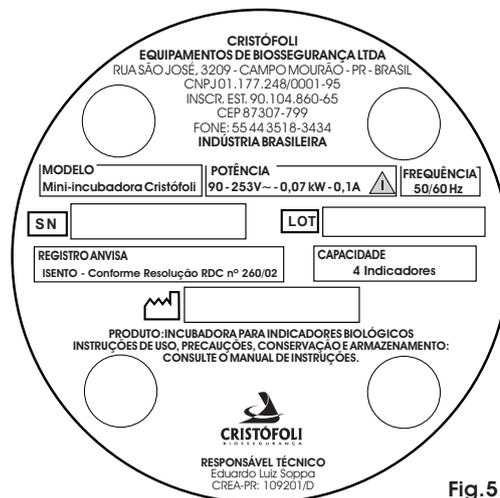

Fig.5
Contate a Cristófoli através da **Central de Relacionamento com o Cliente - CRC**, pelo telefone 0800-044-0800, (44) 3518-3499 ou e-mail: crc@crisfoli.com. Antes de realizar o contato tenha sempre em mãos o modelo do seu equipamento, voltagem, número de série e data de fabricação que se encontram no rótulo de identificação localizado na parte inferior do equipamento (Fig.3, pág.2 e Fig.5, pág.3) e uma descrição do problema.
Acesse o site www.crisfoli.com e clique no submenu "Suporte e Atendimento" e em "Assistência Técnica Autorizada" para contatar uma assistência técnica autorizada. Se houver qualquer problema com seu equipamento, consulte primeiro o tópico "Resolvendo Pequenos Problemas" (Pág.3), caso o problema persista, visite o site para contatar uma assistência técnica autorizada e agendar uma avaliação ou reparo do seu equipamento. Antes de realizar o contato tenha sempre em mãos o modelo do seu equipamento, voltagem, número de série e data de fabricação que se encontram no rótulo de identificação localizado na parte inferior do equipamento (Fig.3, pág.2 e Fig.5, pág.3) e uma descrição do problema.